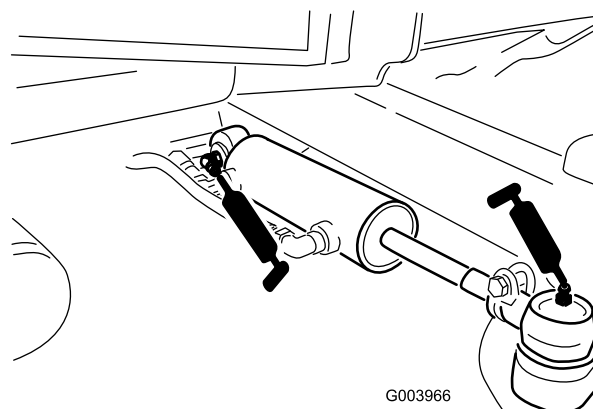

Figure 56
- Rotules de vérin de direction (2) (Figure 56)